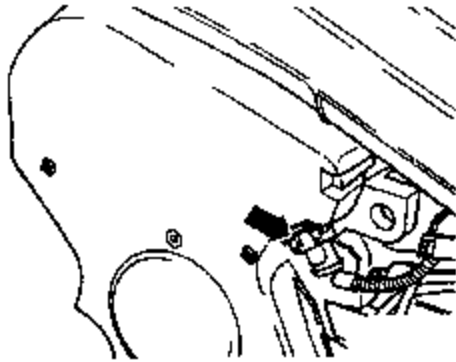

图 4-70 拔出霍尔传感器插头
(4) 如图 4-70 箭头所示，从霍尔传感器 G40 上拉出插头。